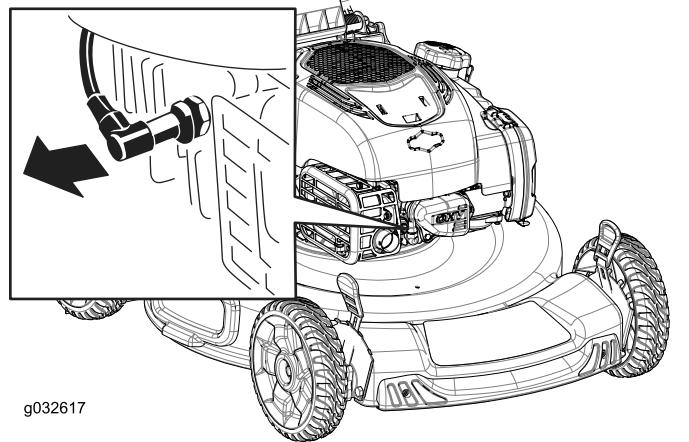

Bild 25
- Ziehen Sie den Kerzenstecker von der Zündkerze ab (Bild 25).